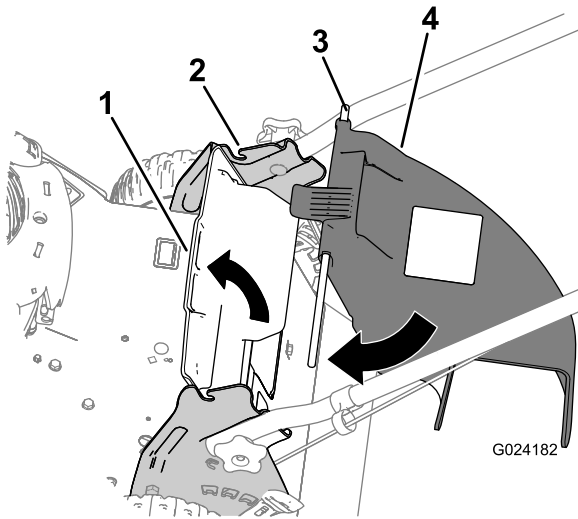

Figure 13
1. Soulevez le déflecteur arrière (Figure 13).
2. Insérez les extrémités de l'éjecteur latéral dans les crans des supports du guidon (Figure 13).